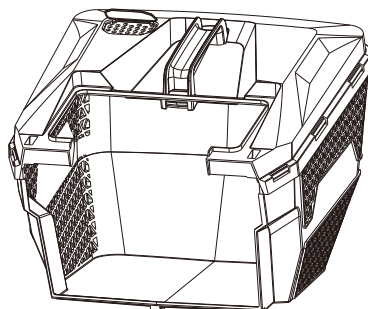

Fig. 7
4. Le bac de ramassage (16) est prêt à être utilisé (Fig. 7).